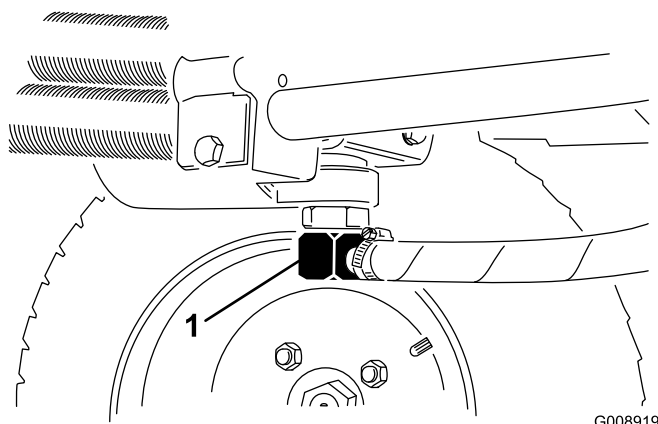
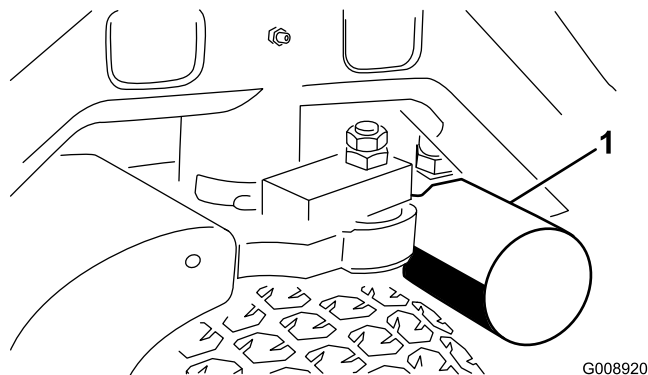

Figura 75
Figura 76
2. Desconecte el tubo hidráulico (Figura 75) o retire el filtro hidráulico (Figura 76) y deje fluir el aceite hidráulico en un recipiente apropiado.
4. Coloque un recipiente debajo del filtro (Figura 76) y retire el filtro.